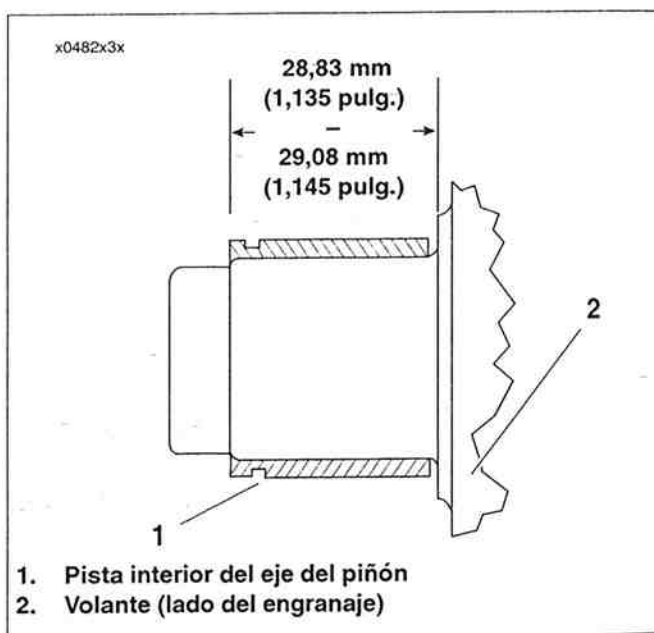

Figura 3-102. Ubicación de la pista interior
11. Vea la Figura 3-102. Instale a presión la pista interior **nueva** en el eje del piñón como se ilustra. Un mecánico competente debe esmerilar la pista interior **nueva** al rango de dimensión del diámetro exterior (definido en la Tabla 3-49.) para el diámetro interior del esmerilado final de la pista exterior. La pista interior terminada debe cumplir con estas especificaciones.